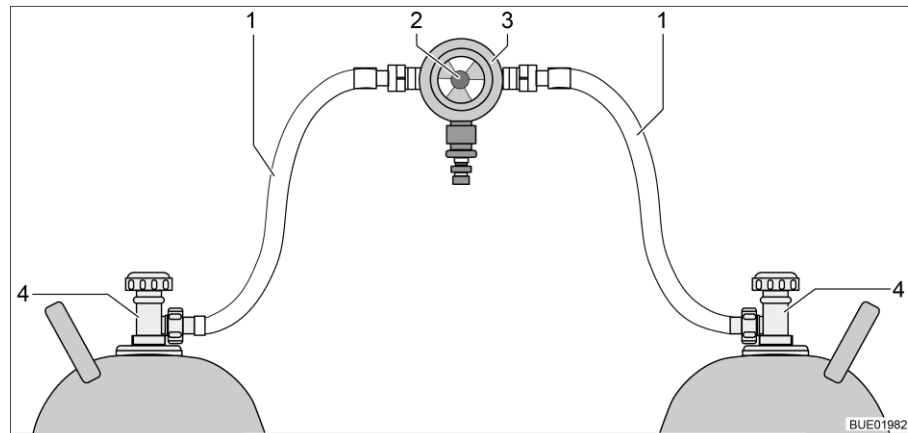
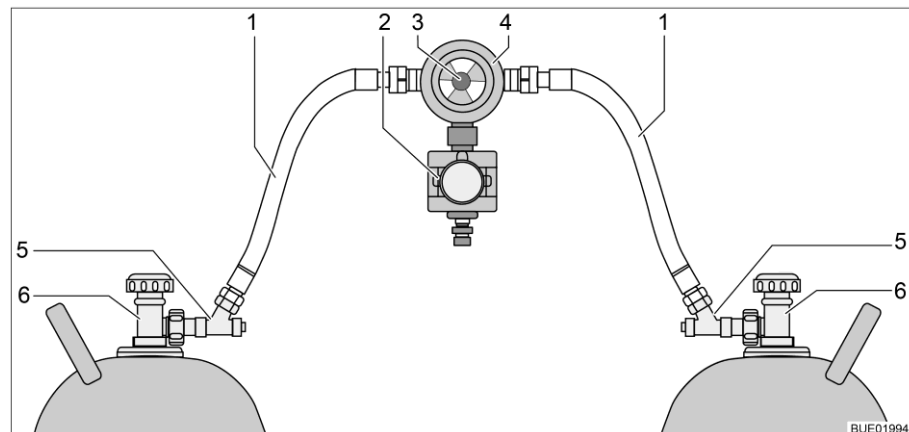

Bild 182 Omkopplingsenhet för gasflaskor
Bild 183 Omkopplingsenhet för gasflaskor med CPU
Omkopplingsenheten för gasflaskorna består av en kombinerad gastrycksregulator med omkopplingsventil och visning (Bild 182,3). Omkopplingsenheten för gasflaskor är monterad mellan de två gaslangarna (Bild 182,1).
Omkopplingsenheten för gasflaskorna består av en kombinerad gastrycksregulator med omkopplingsventil och visning (Bild 183,4) och en elektroventil (Bild 183,2). Elektroventilen spärrar vid kraftig bromsning, olycksfall eller kraftig lutning, av gastillförseln till fordonet. Omkopplingsenheten för gasflaskor är monterad mellan de två gaslangarna (Bild 183,1) med slangbrottssäkringar (Bild 183,5).
Med vredet (Bild 182,2 resp. Bild 183,3) på omkopplingsenheten, ställer du in vilken av gasflaskorna som ska användas som driftflaska och vilken gasflaska ska användas som reservflaska.
Med kontrollenheten (Bild 184) kan endast de elektriska funktionerna styras. Gasflaskornas huvudavstängningsventiler (Bild 182,4 resp. Bild 183,6) måste öppnas eller stängas för hand.
- Öppna huvudavstängningsventilerna på gasflaskorna (Bild 182,4 resp. Bild 183,6).
- Tryck in slangbrottssäkringarna (Bild 183,5) i 10 sekunder, efter varandra.
- Välj med vredet (Bild 182,2 resp. Bild 183,3) på omkopplingsenheten, gasflaskan som ska prioriteras (driftflaska). Vrid alltid vredet till stoppläget.
- Stäng huvudavstängningsventilerna på gasflaskorna (Bild 182,4 resp. Bild 183,6).